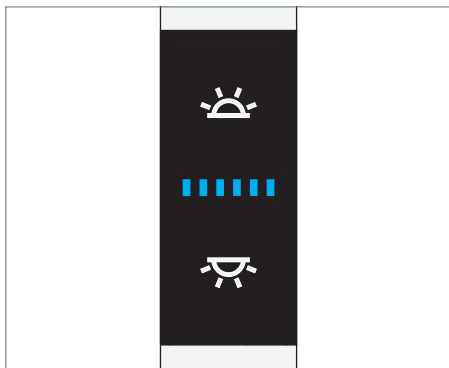

Fig. 20: Elemento di comando sul pulsante multifunzione.
- Premere il tasto superiore, vedi Fig. 20. Spegnendo la luce indiretta non si produce alcun effetto immediato sulla luce diretta. La regolazione della luminosità rimane attivata. LUM CONNECT MANAGE regola la luminosità della luce diretta se la luminosità nel campo d'azione del sensore della luce diurna cambia. Il rapporto precedentemente impostato tra luce diretta e luce indiretta viene riportato sullo sfondo. In caso di ripetuta accensione della luce indiretta il rapporto viene ripristinato. L'accensione e lo spegnimento automatici dell'apparecchio d'illuminazione in funzione della luminosità nella stanza rimangono anch'essi attivati. L'apparecchio d'illuminazione si spegne automaticamente se la luminosità della luce diurna è sufficiente.
- Premere il tasto inferiore, vedi Fig. 20. Spegnendo la luce diretta viene disattivata la regolazione della luminosità. LUM CONNECT MANAGE non regola la luminosità della luce indiretta se la luminosità nel campo d'azione del sensore della luce diurna cambia. L'accensione e lo spegnimento automatici dell'apparecchio d'illuminazione in funzione della luminosità nella stanza rimangono attivati. L'apparecchio d'illuminazione si spegne automaticamente se la luminosità della luce diurna è sufficiente.
- Premere il tasto superiore e tenerlo premuto, vedi Fig. 20. Dopo circa un secondo cambia la luminosità dell'apparecchio d'illuminazione.
- Premere il tasto inferiore e tenerlo premuto, vedi Fig. 20. Dopo circa un secondo cambia la luminosità dell'apparecchio d'illuminazione.